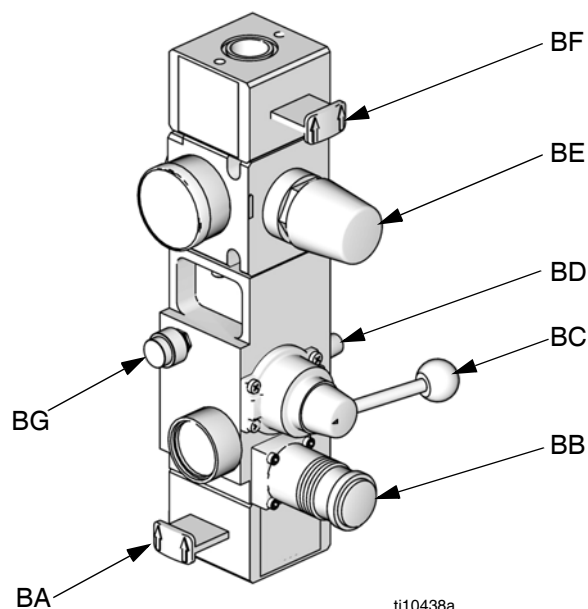

FIG. 4. Integrerade luftregulatorer
- J Integrerade luftregulatorer (se FIG. 4)
- Integrerad luftregulator (J). Se FIG. 4.
- Luftmotorsolenoid (AD). Solenoiden är på när den valda mataren är påslagen och i driftsläge, återcirkulationsläge eller luftningsläge. Solenoiden är av när mataren är avstängd eller tryckavlastningsläge, eller om mataren är i standby-läge. Solenoidens lysdiod tänds när en solenoid är på.